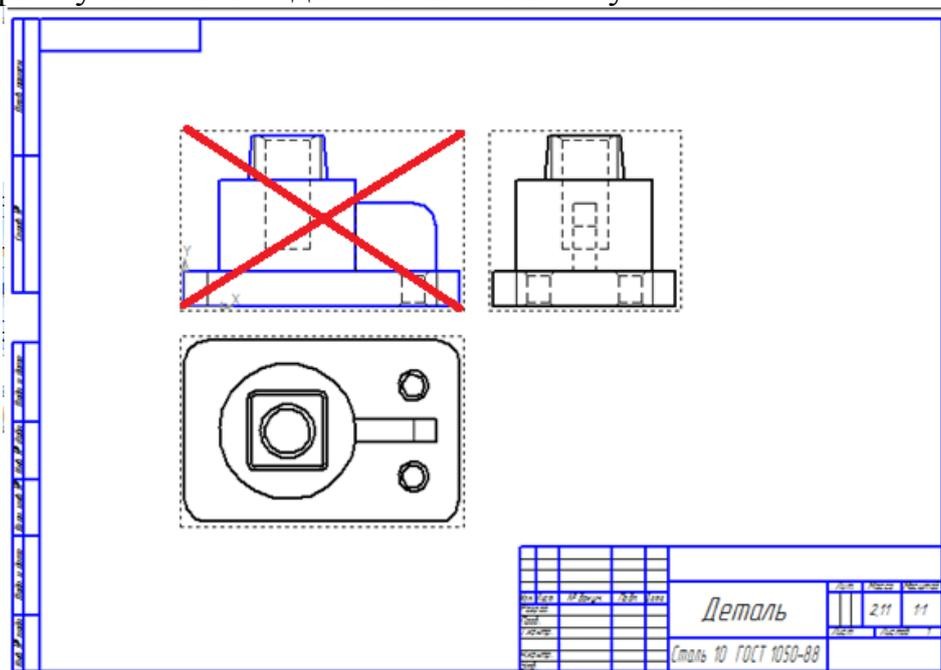

Рисунок 66.
6. Удалить главный вид (рисунок 66) и вместо него выполнить ступенчатый фронтальный разрез: указать левой клавишей мыши на габаритную рамку главного вида – нажать клавишу **<Delete>**.